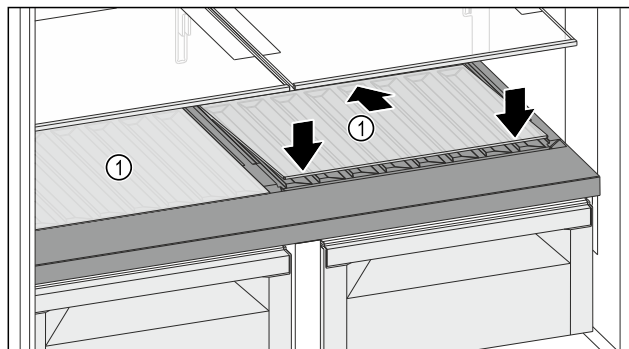

Fig. 115
- 向后下方倾斜放置玻璃隔板 Fig. 115 (1)。
- 放低玻璃隔板 Fig. 115 (1) 前部。